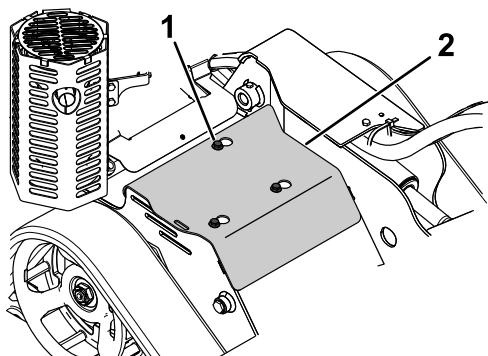

図 23
3. カバープレートをフレームに固定しているボルト3本を交互にゆるめてカバーが動くようにする図23。
5. 運転する時は必ずカバーを取り付ける。カバープレートを所定位置にセットし、外す時にゆるめたボルト3本で固定する図23。